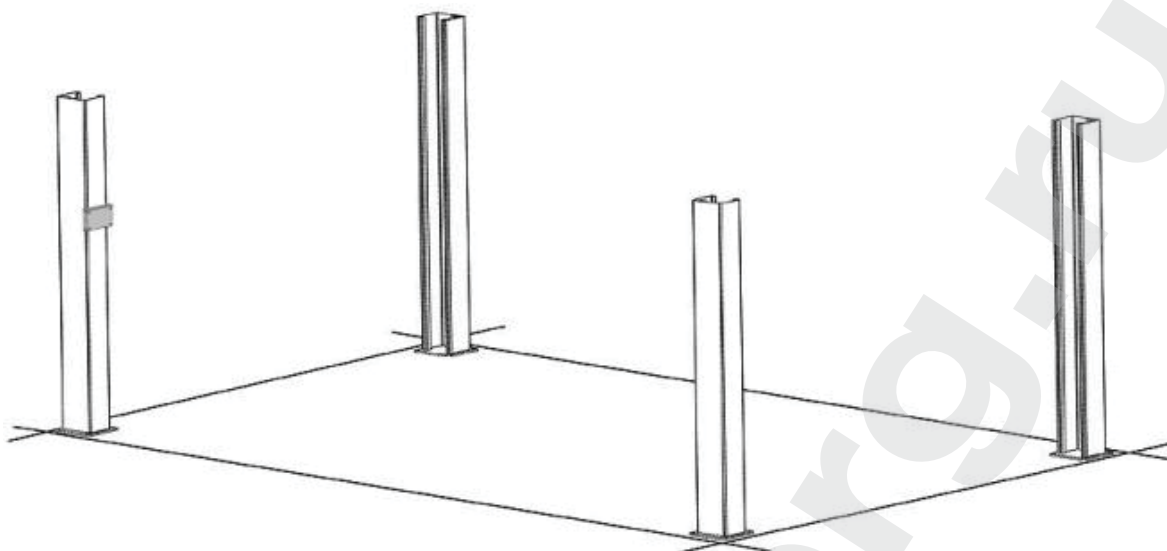

Рис. 3.1
1. Мелом расчертите схему установки подъемника на полу в соответствии с указанными в инструкции размерами. Обратите внимание на место расположения гидроагрегата. Расположите и установите стойки в соответствии с отмеченными меловыми линиями. **НЕ ЗАКРЕПЛЯЙТЕ** стойки к полу болтами на этом этапе установки. Соблюдайте осторожность, чтобы не допустить падение стоек (см. рис. 3.1).